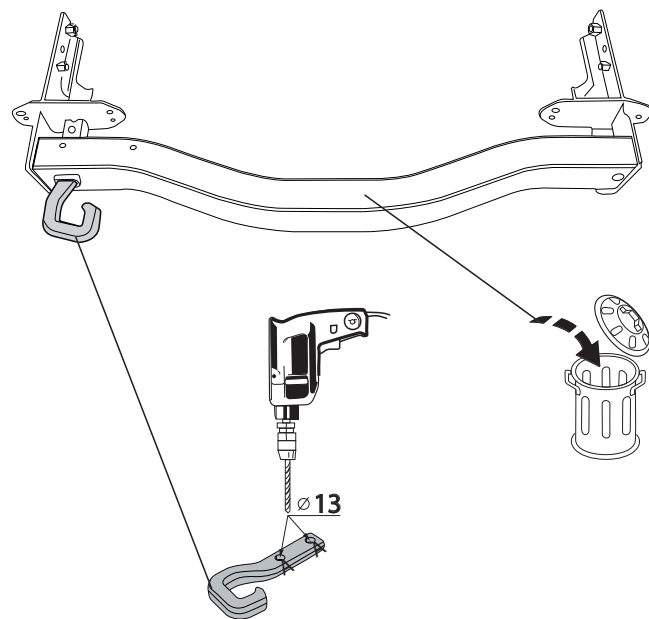

Fig. 3
6. **Внимание, если имеются:** Просверлить отверстия А диаметром  $\varnothing$  13 мм насквозь (см. рис. 3).